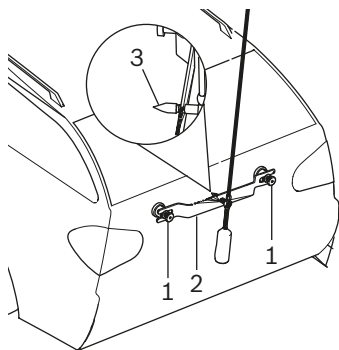

Fig. 47: Regolazione di precisione pendolo di allineamento
4. Allineare esattamente al centro del veicolo il pendolo di allineamento con l'ausilio della punta di centratura (Fig. 47 / 3). Allo scopo allentare entrambi i dadi zigrinati (Fig. 47 / 1) e spostare il ponte (Fig. 47 / 2) in modo tale che la punta di centratura si trovi esattamente al centro sul veicolo.